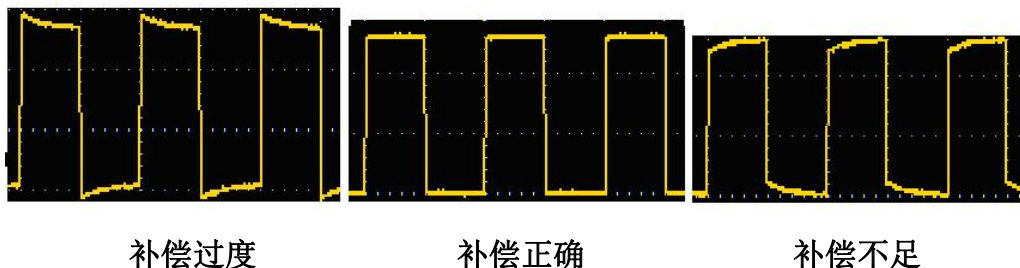
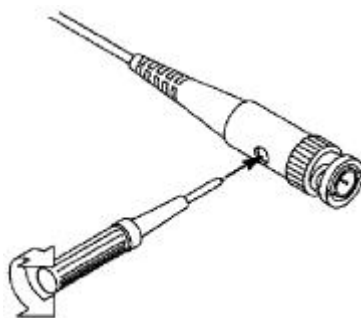

图 3-6：探头补偿显示波形
图 3-7：探头调整
- 2、 检查所显示的波形，调节探头，直到补偿正确。见图 3-6，图 3-7。